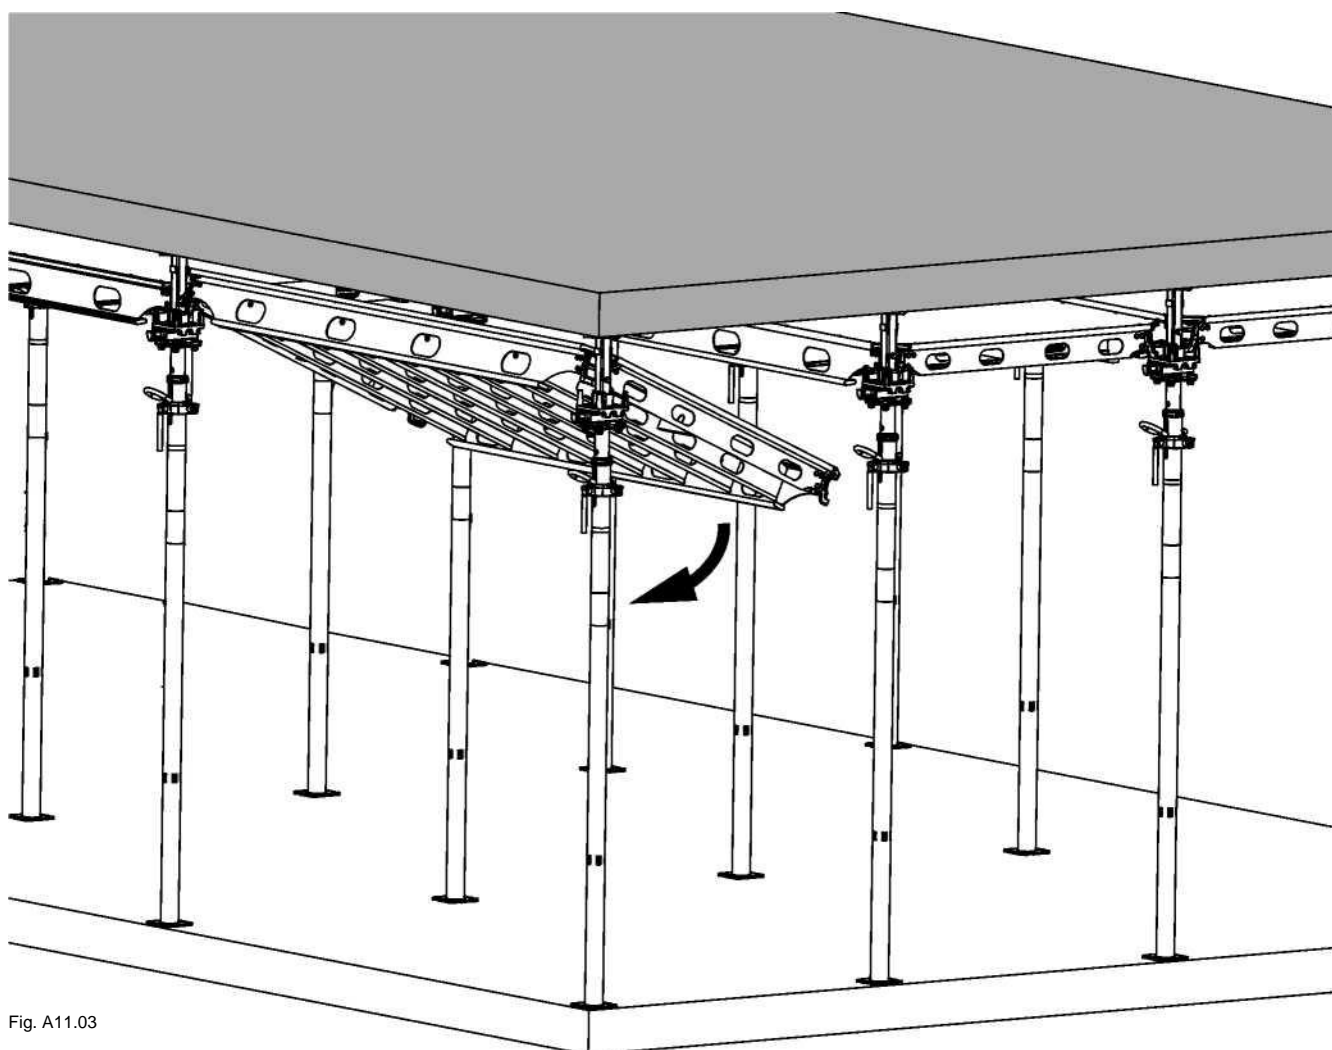

Fig. A11.03
1. Do mesmo modo, remover o painel na direcção mais curta, levantar da cavilhada placa flyplate. (Fig. A11.03)